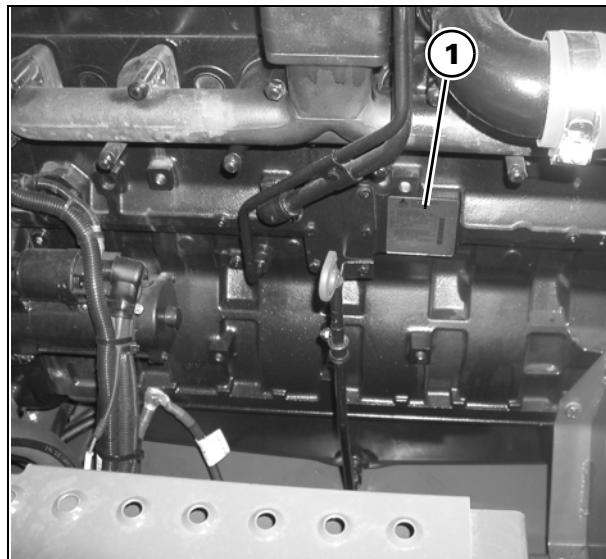

Рис. 4
**Идентификация двигателя - Рис. 4**